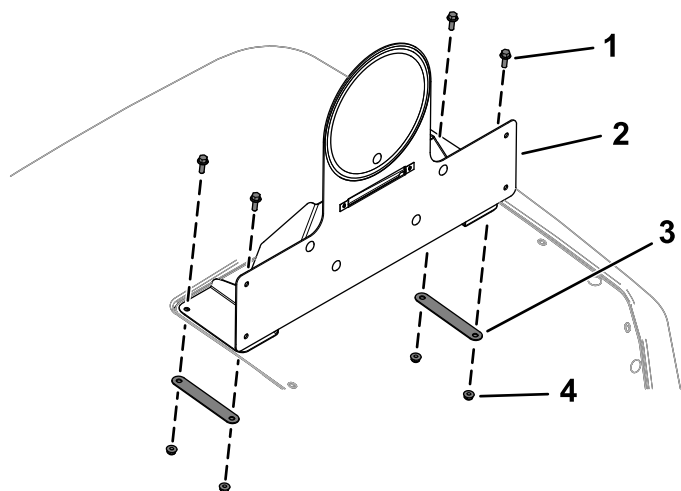

Figura 30
10. Prenda a montagem da placa de velocidade montada ao capot utilizando quatro parafusos de cabeça flangeada ($\frac{1}{4} \times \frac{3}{4}$ pol.), duas montagens traseiras e quatro porcas de bloqueio ($\frac{1}{4}$ pol.) como se mostra na Figura 30.